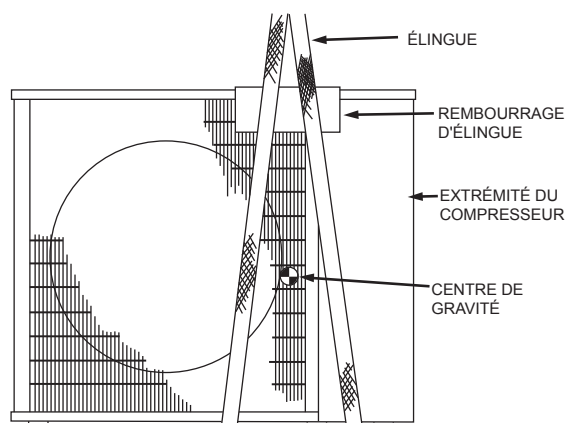

Figure 26 – Dispositif de levage avec élingue
1. Positionnez l'appareil. Maintenez l'appareil en position verticale et levez-le à l'aide d'une élingue. Utilisez un morceau de carton ou un rembourrage sous l'élingue et des barres d'écartement pour éviter que l'élingue n'endommage l'appareil. Consultez la figure 26 pour obtenir des renseignements de référence sur le centre de gravité.